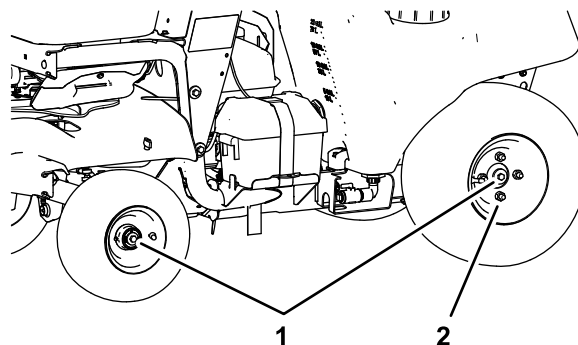

Figura 92
1. Apriete los pernos del eje (Figura 92) de las ruedas delanteras y traseras a 43 – 52 N·m (32 – 38 pies-libra).
2. Usando un patrón alternativo, apriete las 4 tuercas de las ruedas traseras (Figura 92) a 104 – 129 N·m (77 – 95 pies-libra).